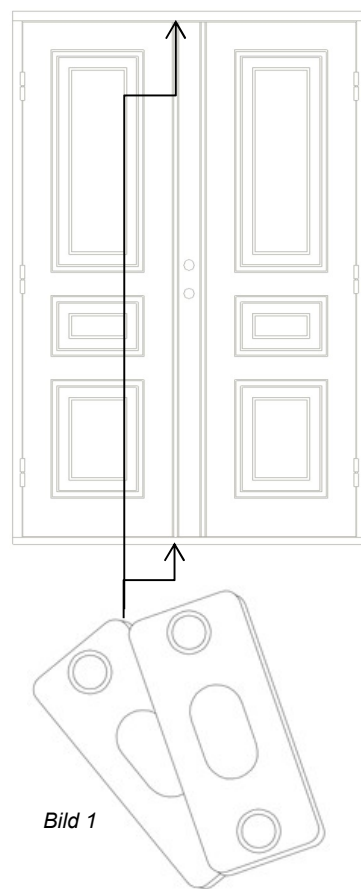

Bild 1
7. Till pardörrarna är de två medföljande blecken till kantregeln ej monterade, se bild 1, de ska monteras efter att dörren är monterad och funktionen kontrollerad. Förborra för skruvhålen så att inte träet spricker.